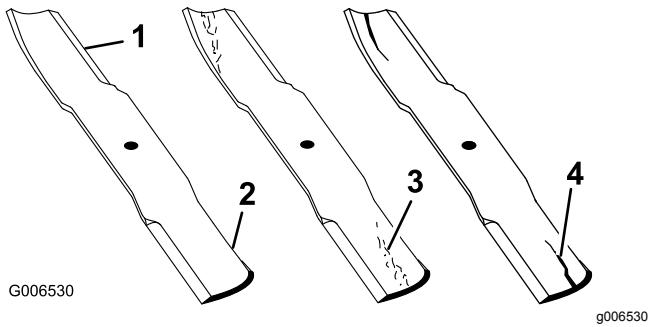

Bild 142
2. Prüfen Sie die Schnittkanten des Messers sorgfältig, insbesondere dort, wo die geraden Flächen die gebogenen berühren, siehe Bild 142.
**Hinweis:** Da Sand und anderes reibendes Material das Metall abschleifen kann, das die flachen und die gebogenen Teile verbindet, müssen Sie das Messer vor jedem Einsatz des Rasenmähers prüfen. Wenn Sie Abnutzungen feststellen, sollten Sie das Messer auswechseln (Bild 142).